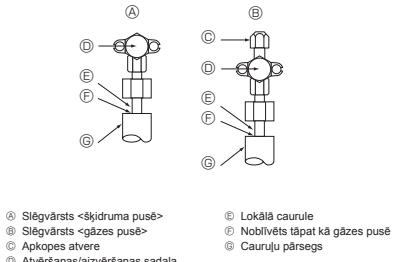

Fig. 5-4
5.4. Aukstumaģenta cauruļu hermētiskuma pārbaudes metode (Fig. 5-4)